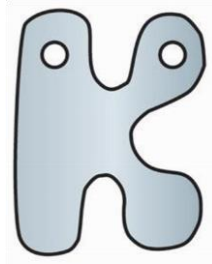

Рис. 1. Брелок из буквы «К»
1. Разработайте процесс (порядок) изготовления брелка из букв алфавита: А, Б, В, Д, О, Р, Я. (Рис.1. Образец брелка буквы «К»).